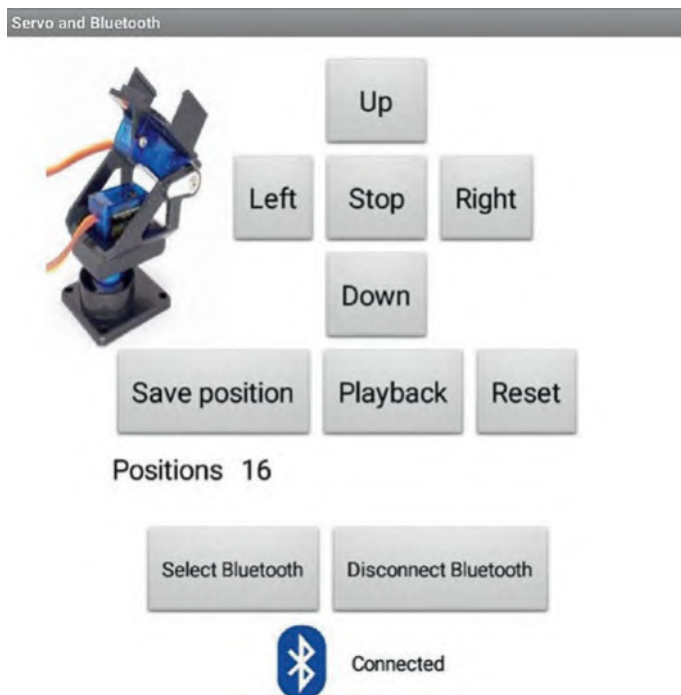

Рисунок 10-11. Управление сервоприводами
В главе 9 («WebSocket») сервопривод, подключенный к микроконтроллеру, управлялся перемещением ползунка на веб-странице клиента, при этом положение ползунка передавалось на сервер, установленный на микроконтроллере, для перемещения сервопривода на требуемый угол. В этой главе два сервопривода перемещаются в требуемые положения с помощью приложения, управляющего сервоприводами, подключенными к плате ESP8266 или ESP32. Положения сервопривода сохраняются, а затем повторяются для имитации автоматической последовательности движений робота. Приложение управляет одним сервоприводом для перемещения влево-вправо (LR) и вторым сервоприводом для перемещения вперед-назад (FB) поворотного наклонного кронштейна (см. рис. 10-11). Нажатие соответствующей кнопки приложения приводит в движение сервопривод непрерывно до тех пор, пока не будет нажата кнопка *Stop*. Положения сервоприводов сохраняются нажатием кнопки *Save position*, при этом приложение отображает количество сохраненных позиций. Сохраненная последовательность движений воспроизводится нажатием кнопки *Playback*. Кнопка *Reset* отменяет сохраненные положения сервоприводов.